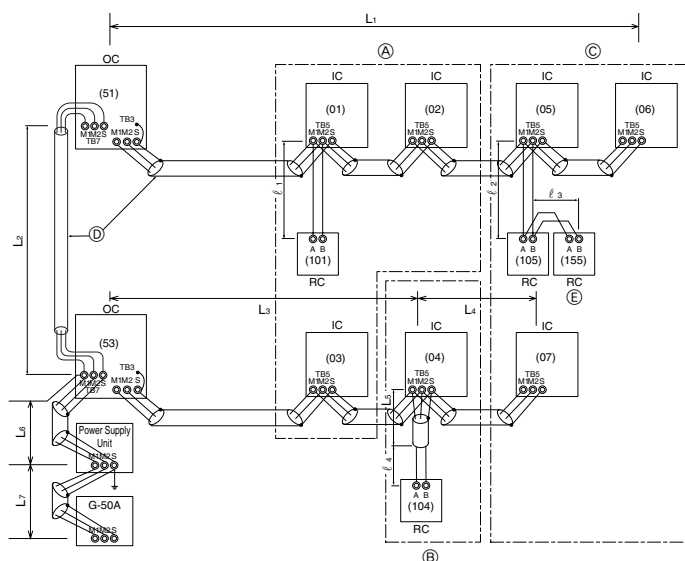

Fig. 6-2
■ **M-NET Unità del comando a distanza (Fig. 6-2)**